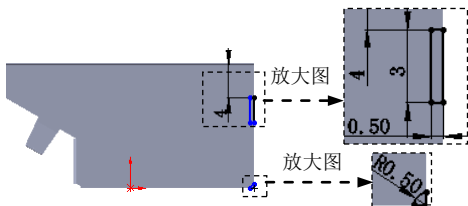
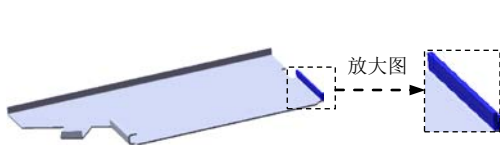
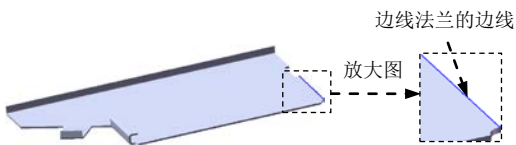

图 6.21 横断面草图
图 6.22 边线—法兰 4
图 6.23 边线法兰的边线
② 定义横断面草图。在草图环境中绘制图 6.21 所示的横断面草图。
(3) 定义切除深度属性。在“切除—拉伸”对话框的**方向1**区域中选中**与厚度相等(L)**复选框与**正交切除(N)**复选框；其他采用系统默认设置值。
(4) 单击按钮，完成切除—拉伸 2 的创建。
Step10. 创建图 6.22 所示的钣金特征——边线—法兰 4。
(1) 选择命令。选择下拉菜单 **插入(I)** → **钣金(H)** → **边线法兰(E)...** 命令 (或单击“钣金”工具栏中的“边线—法兰”按钮 )。
(2) 定义特征的边线。选取图 6.23 所示的模型边线为生成的边线法兰的边线。